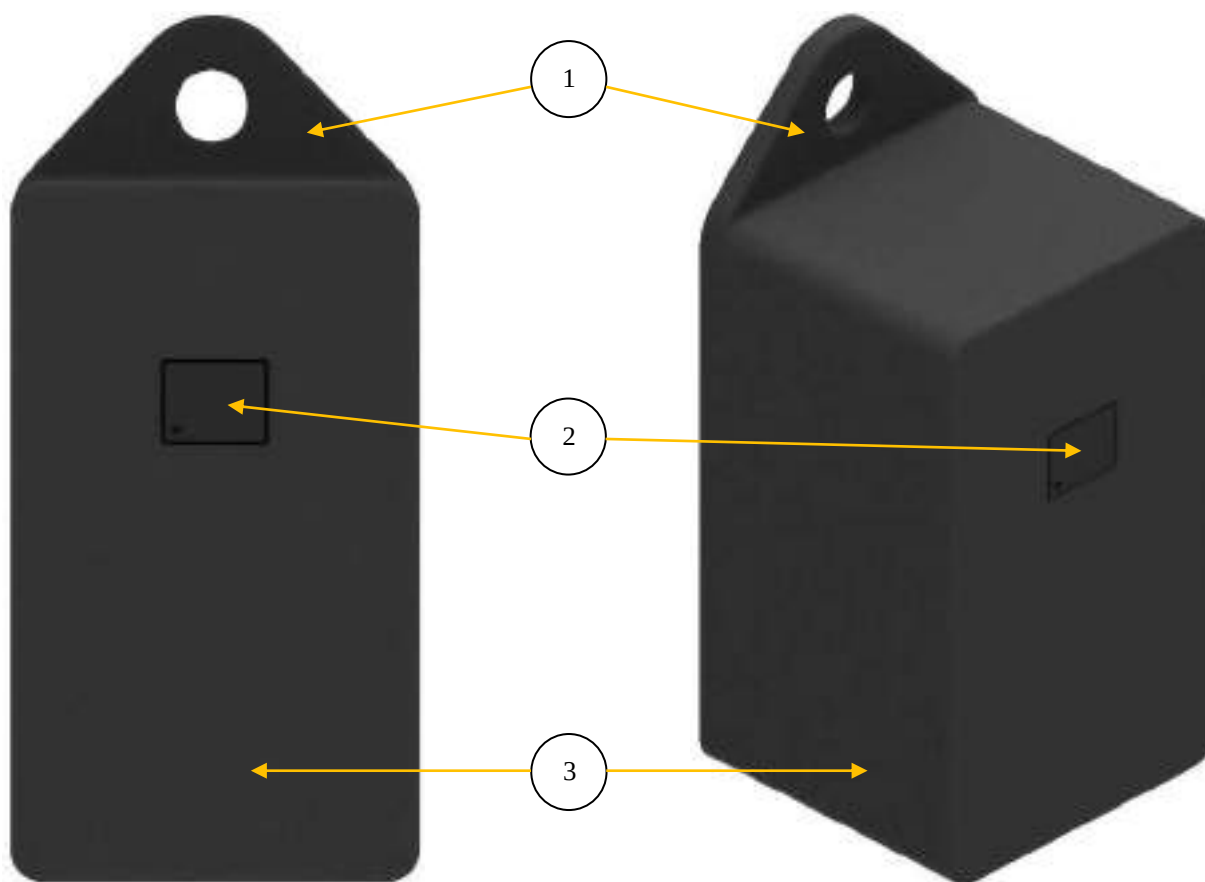

Рис. 14.: “Датчик температуры”
3.1 “Датчик температуры” (Рис. 14.: Датчик температуры. Вид спереди., Рис.15.: Датчик температуры. Изометрия).